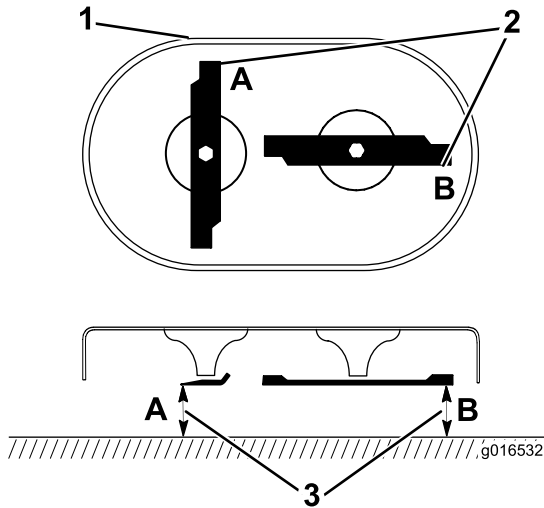

Figure 42
1. Tournez les lames à la position indiquée à la Figure 42.
2. Mesurez la distance entre une surface plane et le tranchant des lames aux points **A** et **B**, (Figure 42), et notez ces deux dimensions.
3. Tournez les lames pour faire passer les extrémités opposées aux points **A** et **B** (Figure 42).